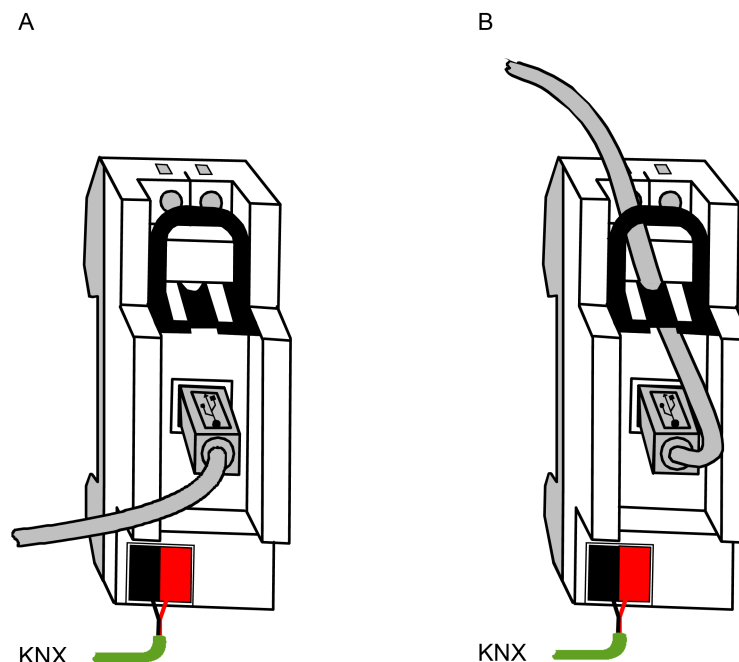

Bild 2: Geräteanschluss
- Aufsnappen auf Hutschiene nach DIN EN 60715. Einbaulage beachten (siehe Bild 2).